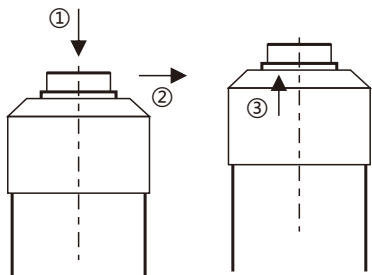

图1-1
(1) 对刀仪的对刀方式(见图1-1)
- ① 刀具与对刀仪接触面务必垂直，并且垂直向下与接触面接触。
- ② 接触时不能超过对刀仪的行程，否则对刀仪和刀具会有损坏。